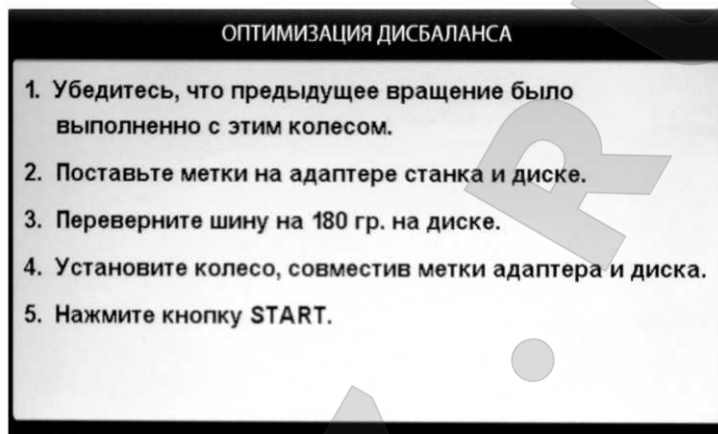
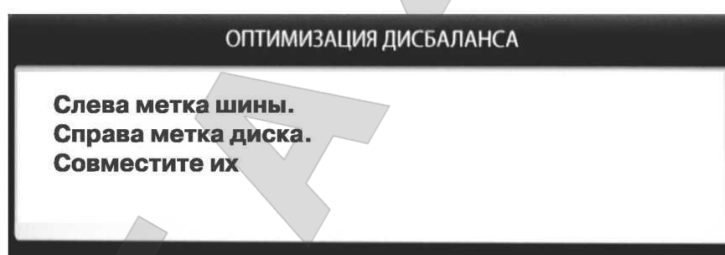

рис.15.2
рис.15.3
появится окно (рис.15.2). Далее выполните операции согласно указаниям в окне (рис.15.2).
15.3. После выполнения п.5 в окне (рис.15.2) на экране монитора появится окно (рис.15.3), а на индикаторах 1 отобразится величина статического дисбаланса колеса, а на индикаторах 4 - величина дисбаланса колеса, которую можно получить после завершения программы «Орт». Поставьте метки на шине и диске согласно указаниям в окне (рис.15.3).